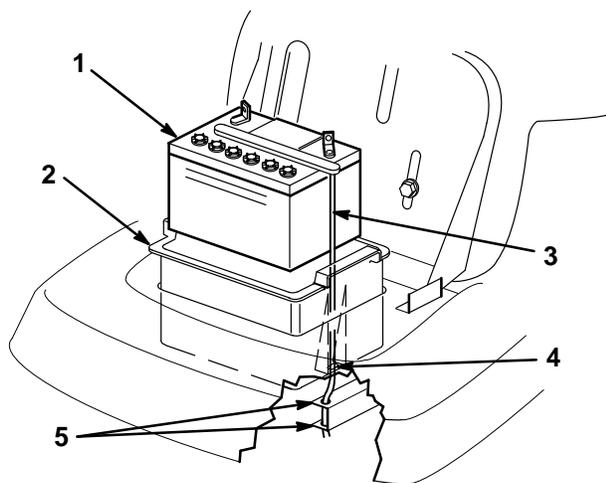

Abbildung 20
- Batteriekasten, Batterie und den langen Entlüftungsschlauch vom Chassis entfernen (Abb. 20).
- Die Batterie in den Batteriekasten setzen und den Entlüftungsschlauch in den Kanal und durch den Schlitz in der Unterseite des Kastens schieben (Abb. 20).
**Wichtig:** In den ausgeschnittenen Bereich hinuntersehen, wo der Batteriekasten im Chassis sitzt. Auf die Bohrung am Ende der rechten Rahmenstange achten (Abb. 20).
2. Batteriekasten und Batterie im Chassis installieren (Abb. 20). Darauf achten, daß das Ende des Entlüftungsrohrs durch die Bohrung im Rahmen kommt (Abb. 20).